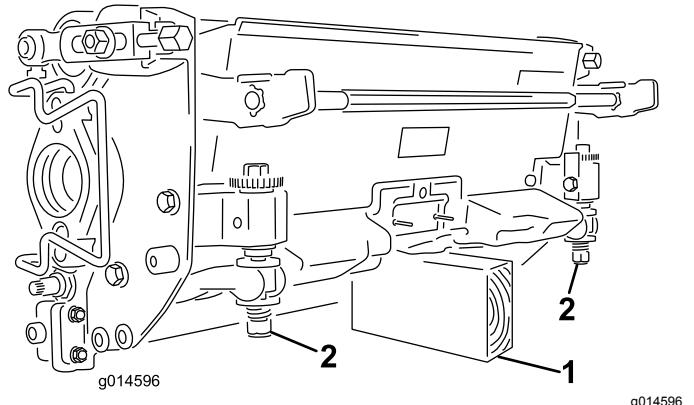

Bild 42
**Wichtig:** Wenn Sie das Mähwerk kippen müssen, stützen Sie das Heck des Mähwerks ab, um sicherzustellen, dass die Muttern an den Einstellschrauben des Untermesserträgers nicht auf der Arbeitsfläche aufliegen (Bild 42).